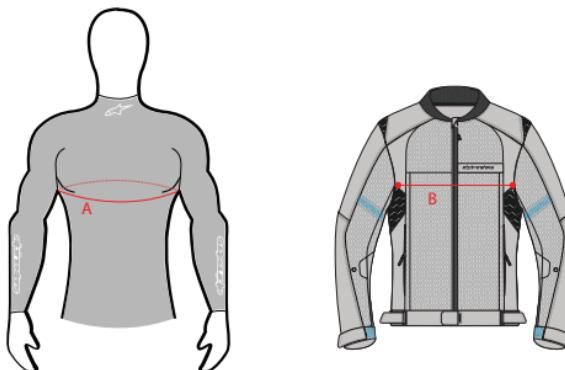

Figure 22 : Références pour les mesures du tour de poitrine (A) et de la largeur de poitrine du vêtement (B)
IMPORTANT ! Le système doit être porté avec tout vêtement extérieur répondant aux critères suivants : mesurer le tour de poitrine (A) et la largeur du vêtement au niveau de la poitrine (B). Le vêtement est compatible avec le système si B est supérieur à A divisé par 2 plus 16 cm ($B > 0,5 \times A + 16 \text{ cm}$ ou $B > 0,5 \times A + 6,30 \text{ in}$) (figure 22).